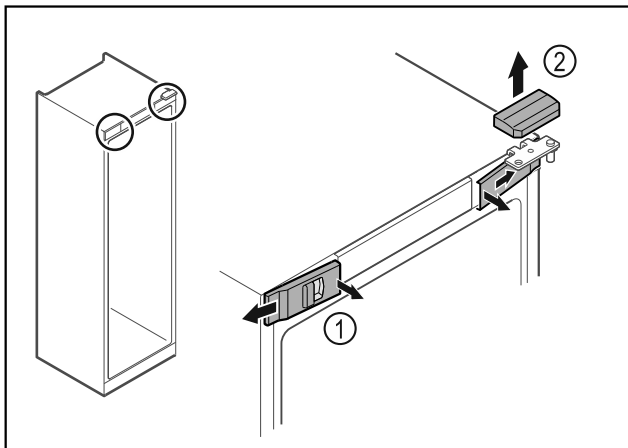

Fig. 12
- ▶ Voorste afdekkingen Fig. 12 (1) binnen ontgrendelen en naar de zijkant toe verwijderen.
- ▶ Bovenste afdekking Fig. 12 (2) naar boven toe verwijderen.